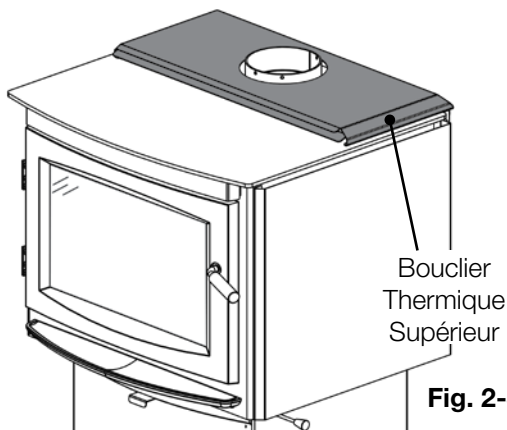

Fig. 2-3
* Le bouclier thermique supérieur (B.T.S) peut être retiré si on le désire (**Fig. 2-3**); cependant, cela augmentera les dégagements aux combustibles. **Veillez lire attentivement le tableau.**
* Le bouclier thermique supérieur (B.T.S) peut être retiré si on le desire (**Fig. 2-3, page précédente**); cependant, cela augmentera les dégagements aux combustibles. **Veillez lire attentivement le tableau.**